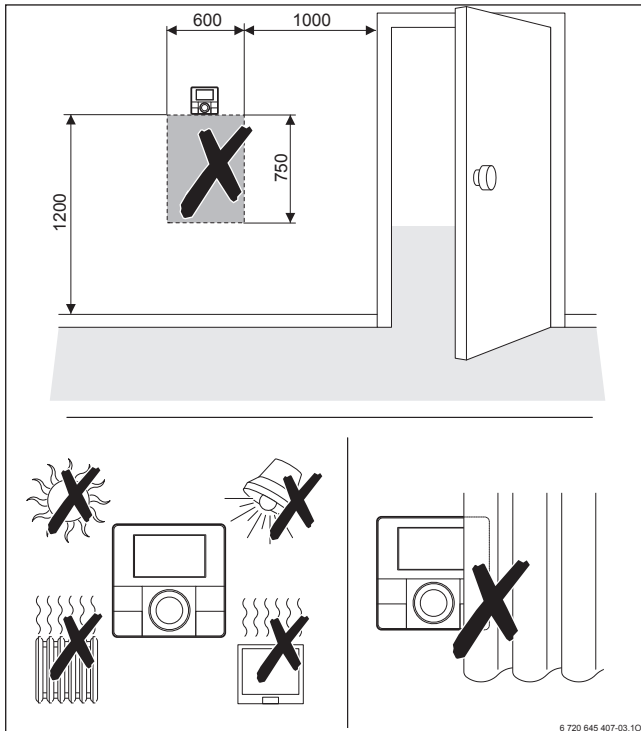

Bild 57 Position der Bedieneinheit RC... oder des externen Raumtemperaturfühlers im Referenzraum
- ▶ Bedieneinheiten für die raumtemperaturgeführte Regelung im Referenzraum installieren (→ Bild 57).